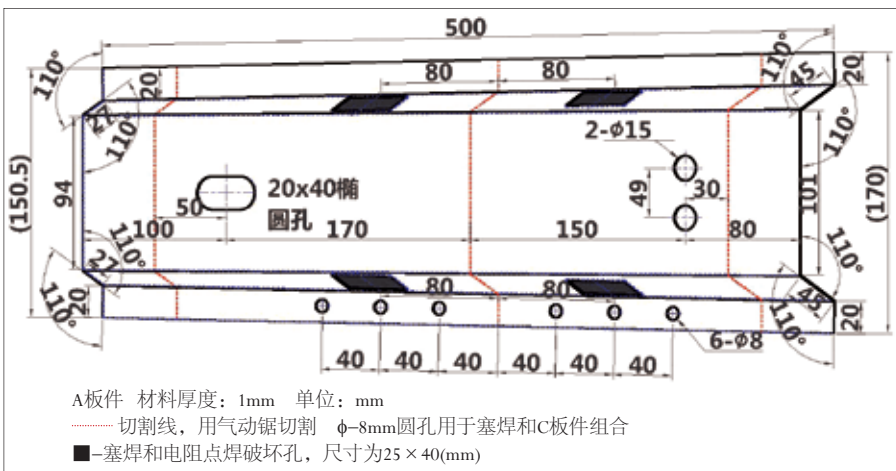
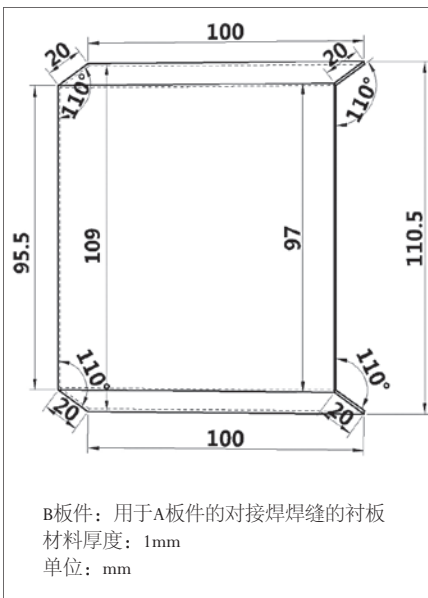
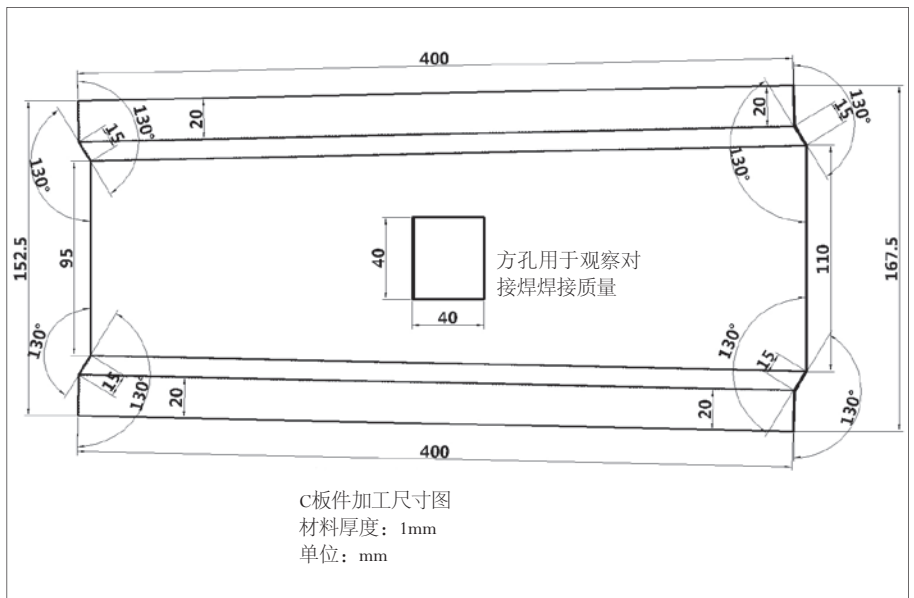

图3 A板件
图4 B板件
图5 C板件
(1)板件更换项目设备为奔腾Fan I电阻点焊机(图1)和奔腾Fan V1500气体保护机(图2)。板件更换项目考试所用工件为成型板件,由A(图3)、B(图4)、C(图5)三块板件组成,材质为低碳普通冷轧钢板,厚度均为1mm。